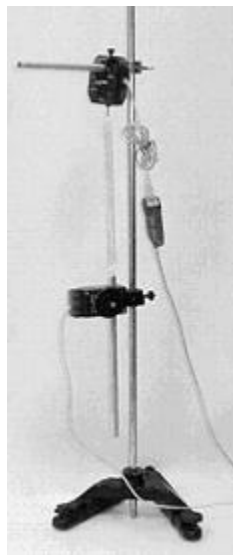

Figura 2 Arreglo del equipo para el experimento de ley de Hooke
8. Asegurarse de que el sensor de fuerza, el resorte, y el accesorio lineal de movimiento estén alineados verticalmente. Ver la Figura 2